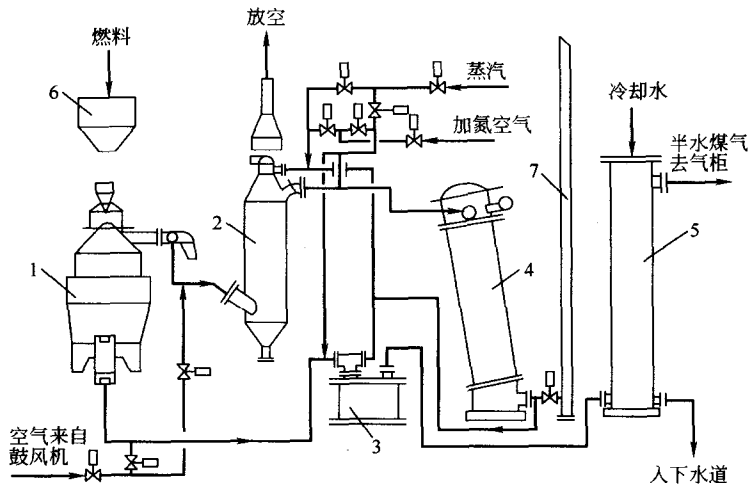

图 2-1-6 UGI 型工艺流程
(1) 块煤固定层间歇法制气工艺流程
① 中型合成氨厂工艺流程（UGI型） 该流程也称固定层煤气发生炉制半水煤气工艺流程，如图 2-1-6 所示。